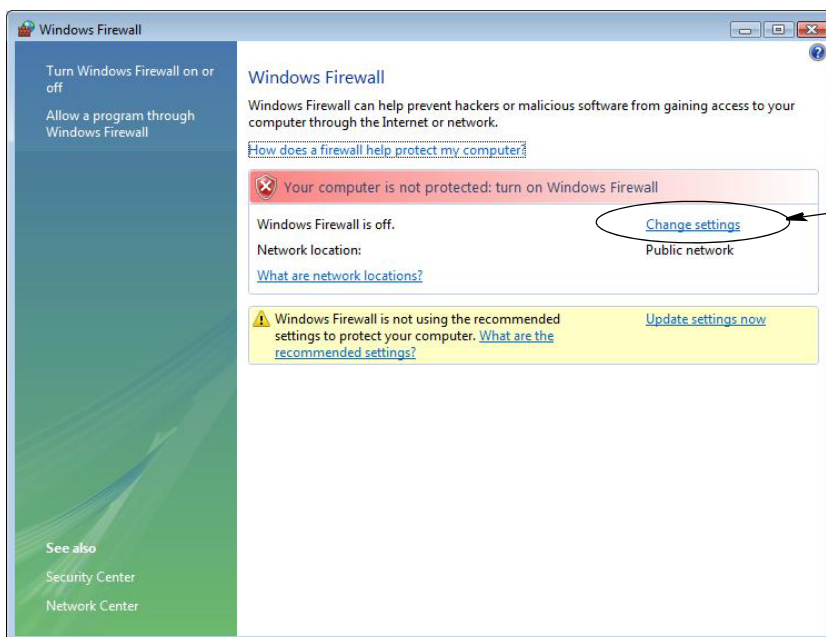

FIG. 27
2. Seleccione Cambiar ajustes (FIG. 27).